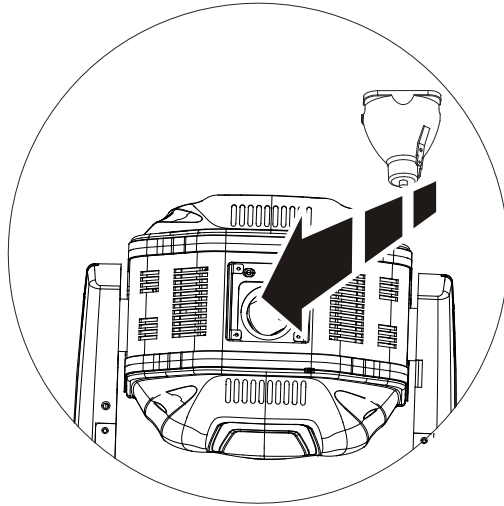

图 3
3. 再装上新灯泡(图 3 所示)，重新连上灯泡引线，然后锁紧换灯板即可。